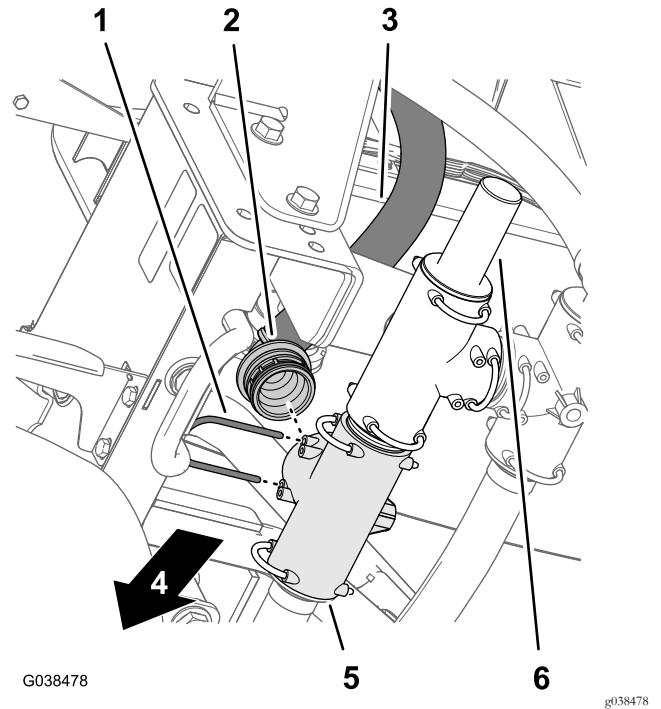

図 75
4. 散布用給液ホースのバーブ付き90°フィッティングを、左前のT字フィッティングに組み付ける **図 75**。